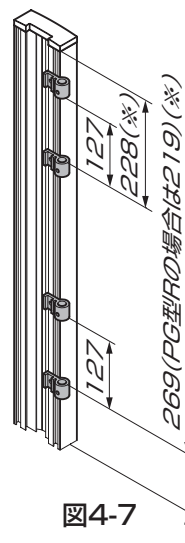

図4-7
- ① 柱と本体別々にヒンジを、図4-7を参照し【2-3】で取付けてください。